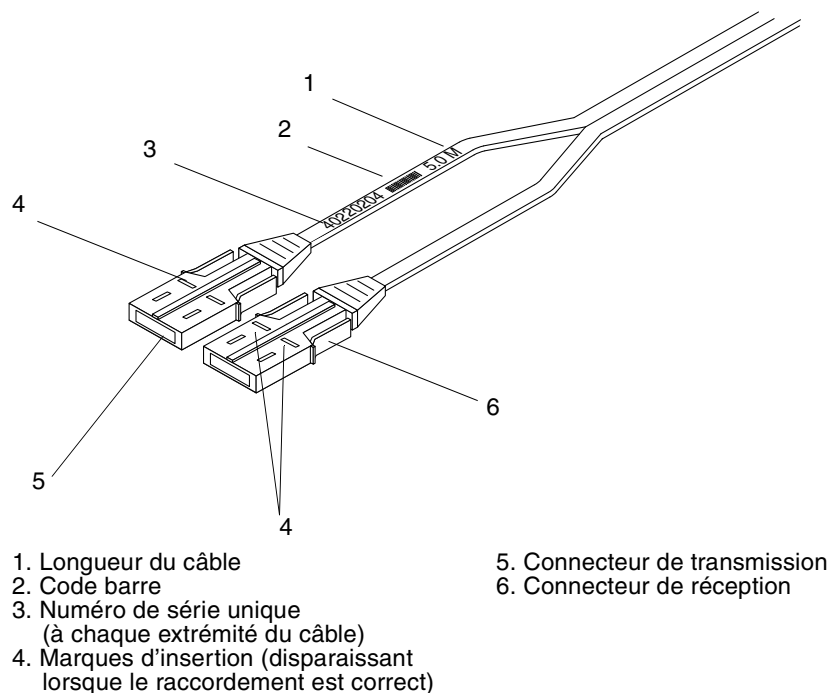

FIGURE 4-7 Câble Sun Fire Link
- Chaque câble comporte deux connecteurs à chaque extrémité, FIGURE 4-7.
- Les connecteurs du câble comportent une rainure sur un de leurs côtés. Celle-ci indique quelle face doit être dirigée vers le haut lorsque vous branchez le connecteur dans le récepteur du module optique, FIGURE 4-7.